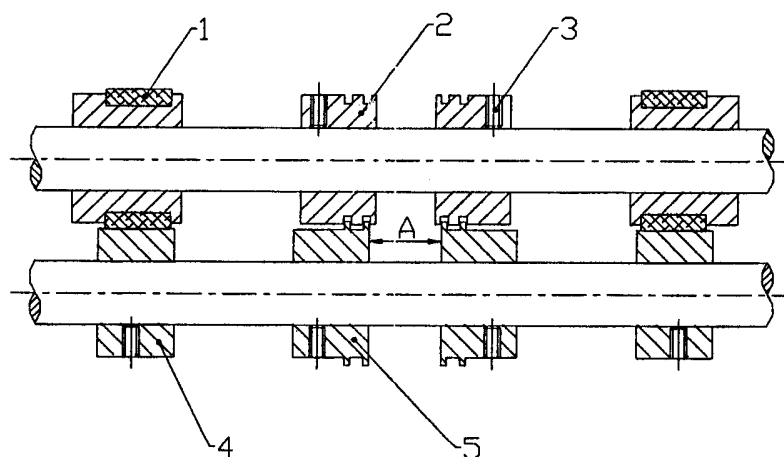

Рис. 8
В механизме подачи обложки имеется узел биговки с двумя парами роликов сходящихся в замок по принципу «мама - папа». При прохождении обложки через узел биговки, на ней производится четыре сгиба, способствующих в конечном итоге более качественному и аккуратному переплету. Расстояние между правым и левым боковыми сгибами является фиксированным и не регулируется, а зазор между двумя центральными сгибами равен толщине книжного блока, и должен настраиваться соответственно. Для регулировки: 1) Располагаясь лицом к модулю подачи обложки ослабить затяжку утопленных винтов с внутренней головкой, вставленных в правую пару роликов «мама-папа». 2) Двигая пару роликов влево-вправо, настроить зазор «А» (см. рис. 8) на нужную величину. 3) Затянуть винт. Примечание: (1) Положение левой пары роликов «мама-папа» для окатывания рубчика заранее установлено на заводе, чтобы быть на одной линии с плоскостью корпуса зажима-держателя книжного блока в момент, когда он находится над узлом наложения и обжима обложки, и обычно не нуждается в регулировке. (2) При регулировке положения правой пары окатывающих роликов, удостоверьтесь, что они находятся прямо напротив друг друга, иначе может произойти повреждение или разрыв обложки по сгибу. (3) Положение роликов ленточного привода и транспортных роликов, расположенных рядом с роликами биговки, настраивается в соответствии с размером обложки; обратите внимание на то, чтобы зазоры между транспортными роликами и между роликами биговки были одинаковыми, чтобы создавать одинаковое давление на обложку.